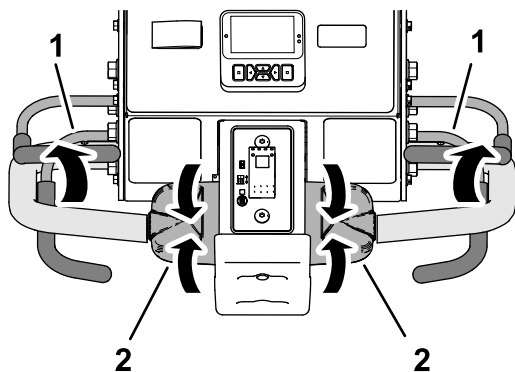

図 91
1. 走行コントロールから手を離してニュートラル位置に戻し、オペレータベイルから手を離す 図 91。